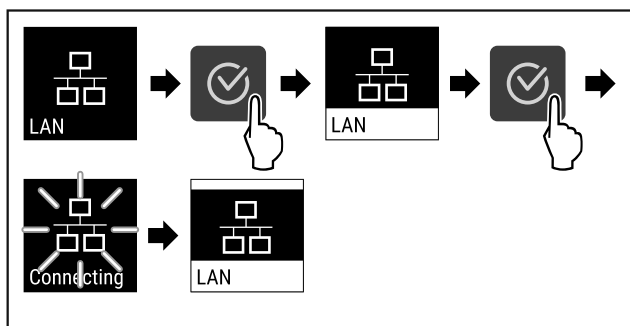

Fig. 91
- ▶ Seguir los pasos de procedimiento (consulte Fig. 91).